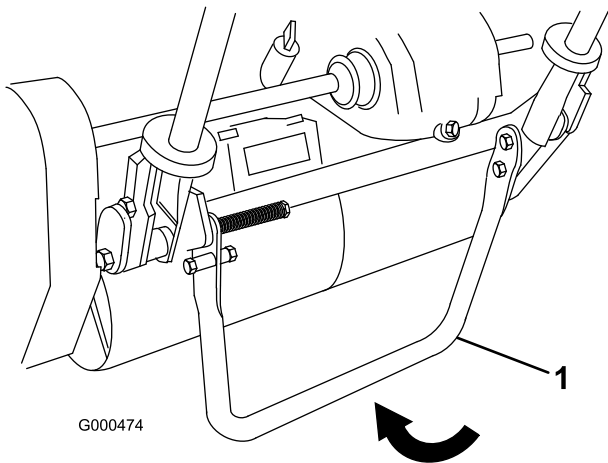

Bild 12
1. Treten Sie den Ständer mit dem Fuß nach unten und ziehen Sie den Griff nach oben, bis sich der Ständer nach vorne über der Mitte gedreht hat (Bild 12).